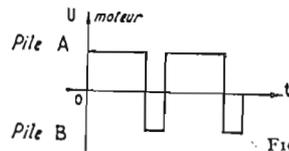

FIG. 3
d) Déséquilibrons alors les temps de collage et de décollage de telle manière que la pile A débite à chaque cycle plus longtemps que la pile B (figure 3). Le moteur adoptera une position moyenne qui correspondra à un débattement de dérive à tribord d'autant plus grand que la différence des temps d'alimentation sera plus grande.